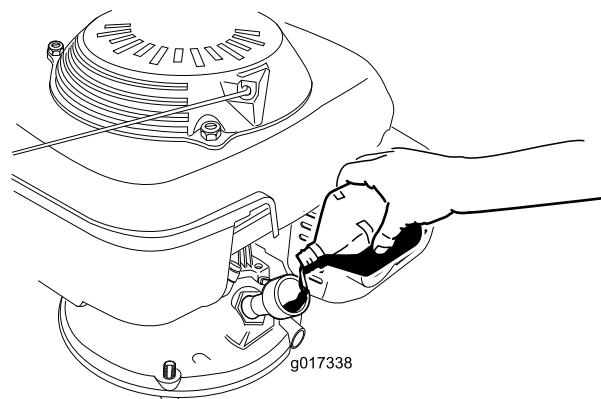

Figura 7
3. **Lentamente** deite óleo no orifício de enchimento do óleo, aguarde 3 minutos e verifique o nível do óleo na vareta ao limpar a vareta e, depois, introduza, **mas sem a apertar**, a tampa no orifício de enchimento do óleo (Figura 7).